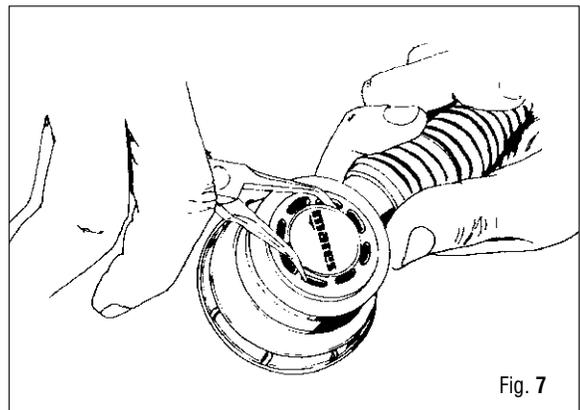

Fig. 7
1. Destornille la tapa (69) usando una llave de compás o un par de pinzas para seeger. (Fig. 7)
2. Quite del asiento, la guarnición(67) y el porta membrana (7) con la membrana de descarga (6).